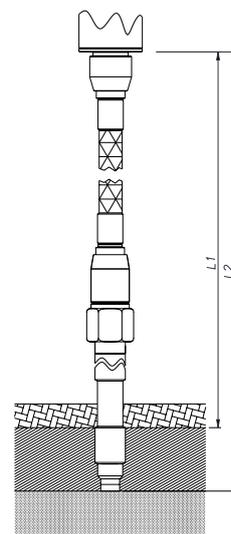

Fig. 1
(\*) con la quota (L) di fig. 1 la tabella stabilisce la minima distanza che il circuito elettrico deve mantenere dal massello ad alta temperatura